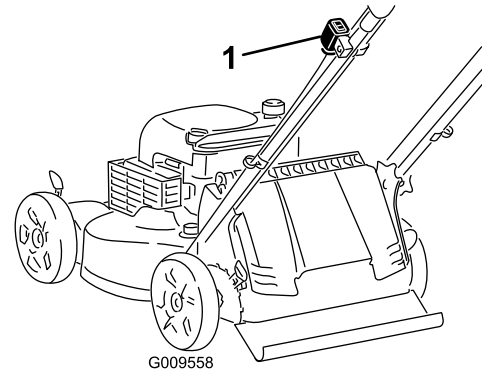

Bild 11
1. Wenn die Zündung an der Maschine (Bild 11) ein Kippschalter (mit I“ und Stop“) ist, drücken Sie den Schalter auf die Stellung (I“). Gehen Sie sonst auf Schritt 2.